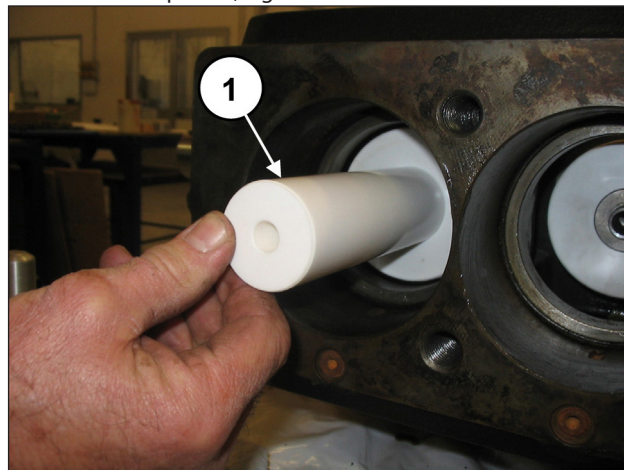
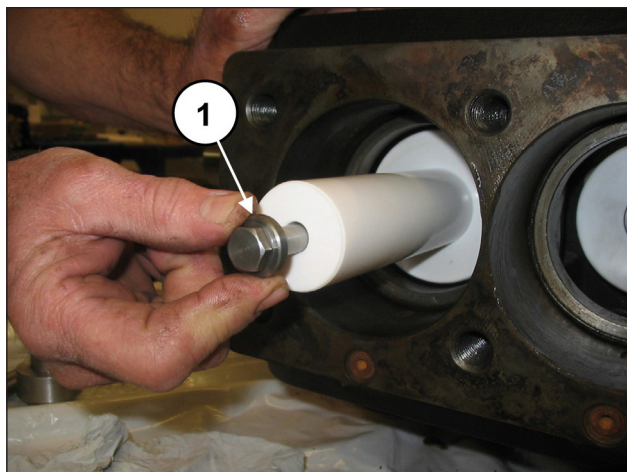

Fig. 177
Fig. 178
Montare i pistoni sulle rispettive guide (pos. ①, Fig. 177) e fissarli come da pos. ①, Fig. 178.